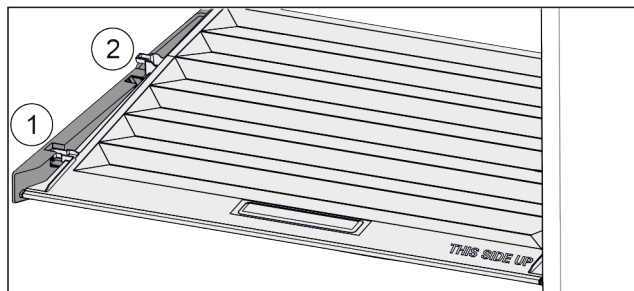

Fig. 84
- ▶ Pokryw pocignc do przodu Fig. 84 (1), a otworzy si w elementach trzymajcych.
- ▶ Podniec ty od dou i w wyjc Fig. 84 (2) go do gry.